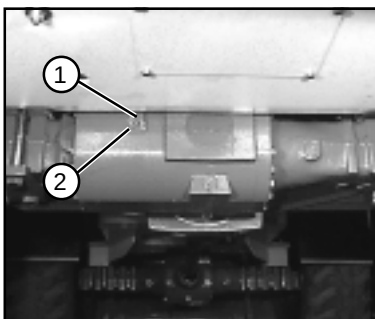

Figure 7-4
- (2) sur le frein de pont avant (figure 7-4):